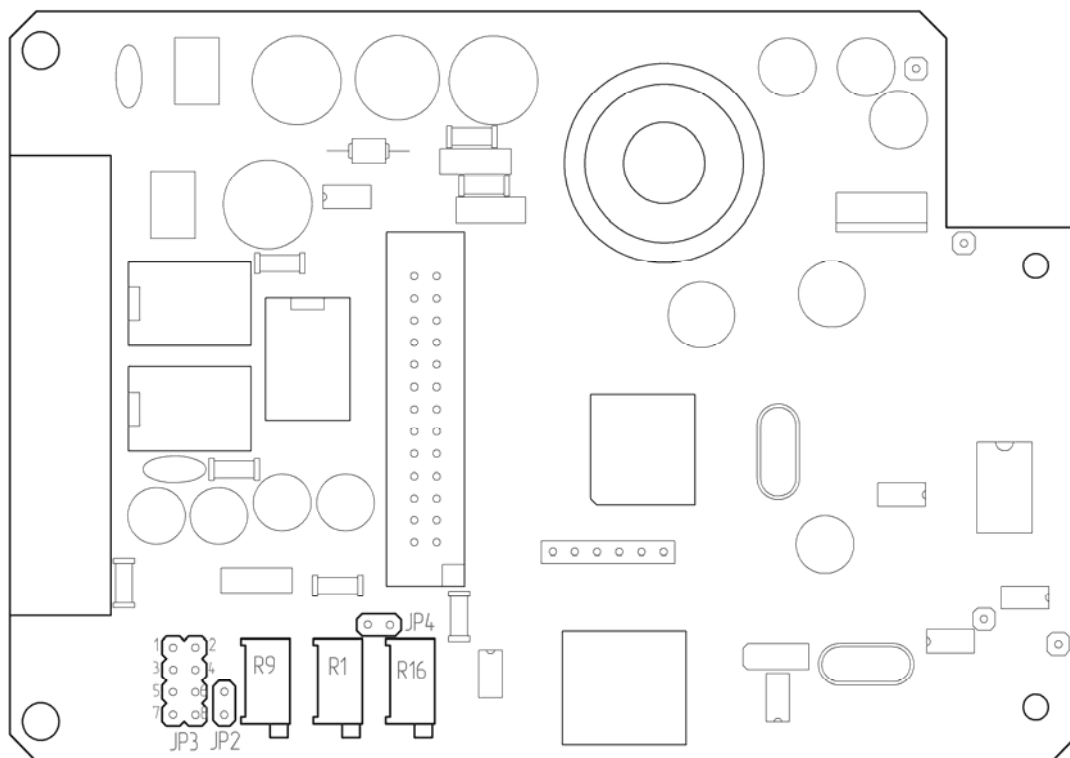

Рисунок 10.2 - Расположение перемычек настройки и органов регулировки выходного сигнала на плате процессора БРУ-7 (БРУ-7К1) внутри блока.
2) Установите ручку регулировки выхода на передней панели прибора в положение 0%. Вращая потенциометр **min** (как показано на рисунке 10.1) установите величину выходного сигнала по миллиамперметру равную 0 мА или 4 мА, вращая потенциометр **4 мА** (рисунок 9.1), в зависимости от исполнения выхода (см. рисунок 10.2 и таблицу 10.1).
3) Установите ручку регулировки выхода на передней панели прибора в положение 100%. Вращая потенциометр **max** (как показано на рисунке 10.1) установите величину выходного сигнала по миллиамперметру равную 5 мА (или 20 мА), соответствующую 100% диапазона, в зависимости от исполнения выхода (см. рисунок 10.2 и таблицу 10.1).